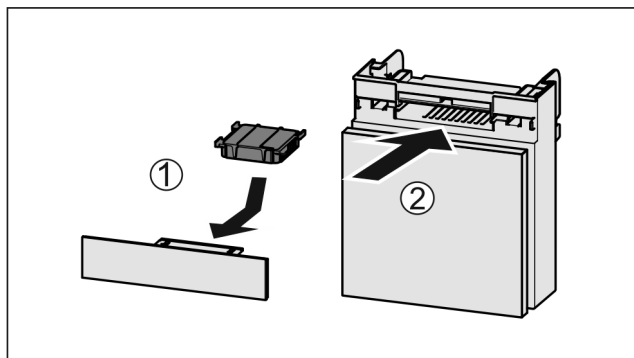

Fig. 165
- ▶ Filtr s aktivním uhlím vložte podle vyobrazení Fig. 165 (1).
- ▶ Zásuvku zasuňte Fig. 165 (2).